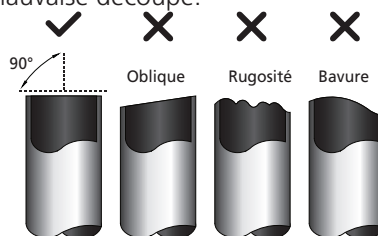

Fig. 5.1
- Veillez à découper le tuyau en respectant un angle parfait de 90°. Reportez-vous à la **Fig. 5.1** pour obtenir des exemples de mauvaise découpe.